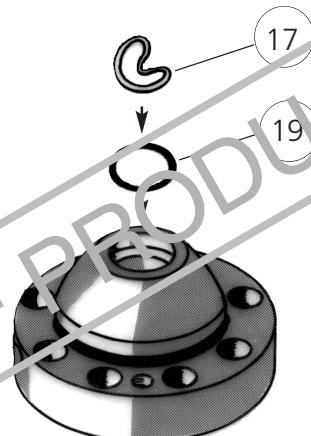

Fig. 6
- A. Remove the cap (13) and the lock ring (34). Unscrew the spindle (11) clockwise till it is disengaged from the thread.
- B. Remove the bolts (28), the top cover (4), the pilot block (60), the spring (10), the cylinder pipe (5) and the pilot connections (68).
C. Loosen the lock screw (26), remove the nut (14), the piston (3), and the valve spindle (6). - NB: Handle the valve spindle very carefully, as any damage (e.g. scratches and marks) to the spindle may cause valve leakage.
D. Remove the sealing rings (17) and (18). At renovation of the valve Danvalve recommends replacement of all sealing elements. The spare parts set for the GPS valves includes all sealing elements.
E. Mount the O-ring (19) and then the sealing ring (17) as shown in fig 6. Important: Fold the sealing ring as shown. Be certain that there are no sharp folds and do not use tools to mount the sealing ring.
A. Fjern hætten (13) og låseringen (34). Spindlen (11) skrues med uret indtil den ikke har indgreb i gevindet længere.
B. Fjern boltene (28), topdækslet (4), pilotblokken (60), fjederen (10), cylinderørret (5) og pilotforbindelserne (68).
C. Løsn låseskruen (26), fjern møtrikken (14), stemplet (3) og stempelstangen (6). NB: Behandl stempelstangen meget var somt, da ridser og mærker kan forårsage lækager i ventilen.
D. Fjern tætningsringene (17) og (18). Ved renovering af ventilen anbefaler Danvalve, at samtlige tætningselementer udskiftes. GPS reservedelssættet indeholder samtlige tætningselementer.
E. Montér O-ringene (19) og tætningsringen (17), som vist på fig. 6. Vigtigt: Fold tætningsringen som vist. Der må ikke være "skarpe knæk" på ringen, og der må ikke anvendes værkøj til montagen.
A. Entfernen Sie die Kappe (13) und den Verschlußring (34). Schrauben Sie die Spindel (11) so lange im Uhrzeigersinn bis sie vom Gewinde gelöst ist.
B. Entfernen Sie die Schrauben (28), den oberen Deckel (4), der Pilotblock (60), die Feder (10), das Zylinderrohr (5) und die Pilotanschlüsse (68).
C. Lockern Sie die Verschlußschraube (26) und entfernen Sie die Mutter (14), den Kolben (3) und die Ventilspindel (6). -P.S.: Behandeln Sie die Ventilspindel sehr vorsichtig, da jegliche Beschädigung (z.B. Kratzer und Stellen) der Spindel zu Ventileckagen führen können.
D. Entfernen Sie die Dichtungsringe (17) und (18). Danvalve empfiehlt, alle Dichtungselemente bei Wiederaufbereitung des Ventils zu ersetzen. Das Ersatzteilset für die GPS-Ventile enthält alle Dichtungselemente.
E. Montieren Sie den O-ring (19) und danach den Dichtungsring (17), siehe hierzu Abb. 6. Wichtig: Falten Sie den Dichtungsring wie abgebildet. Achten Sie darauf, daß keine scharfen Knicke entstehen und verwenden Sie keine Werkzeuge um den Dichtungsring zu montieren.